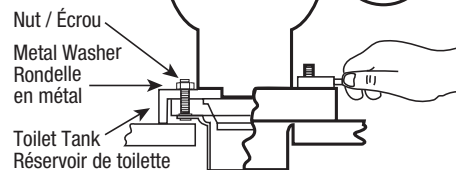

FIG. 3
4. Snap-off excess bolt with pliers if required and cover with toilet bolt cap (Fig. 3).
4. Si c'est nécessaire, coupez l'excédent du boulon avec des pinces et recouvrez-le du capuchon fourni à cet effet. (fig.3).